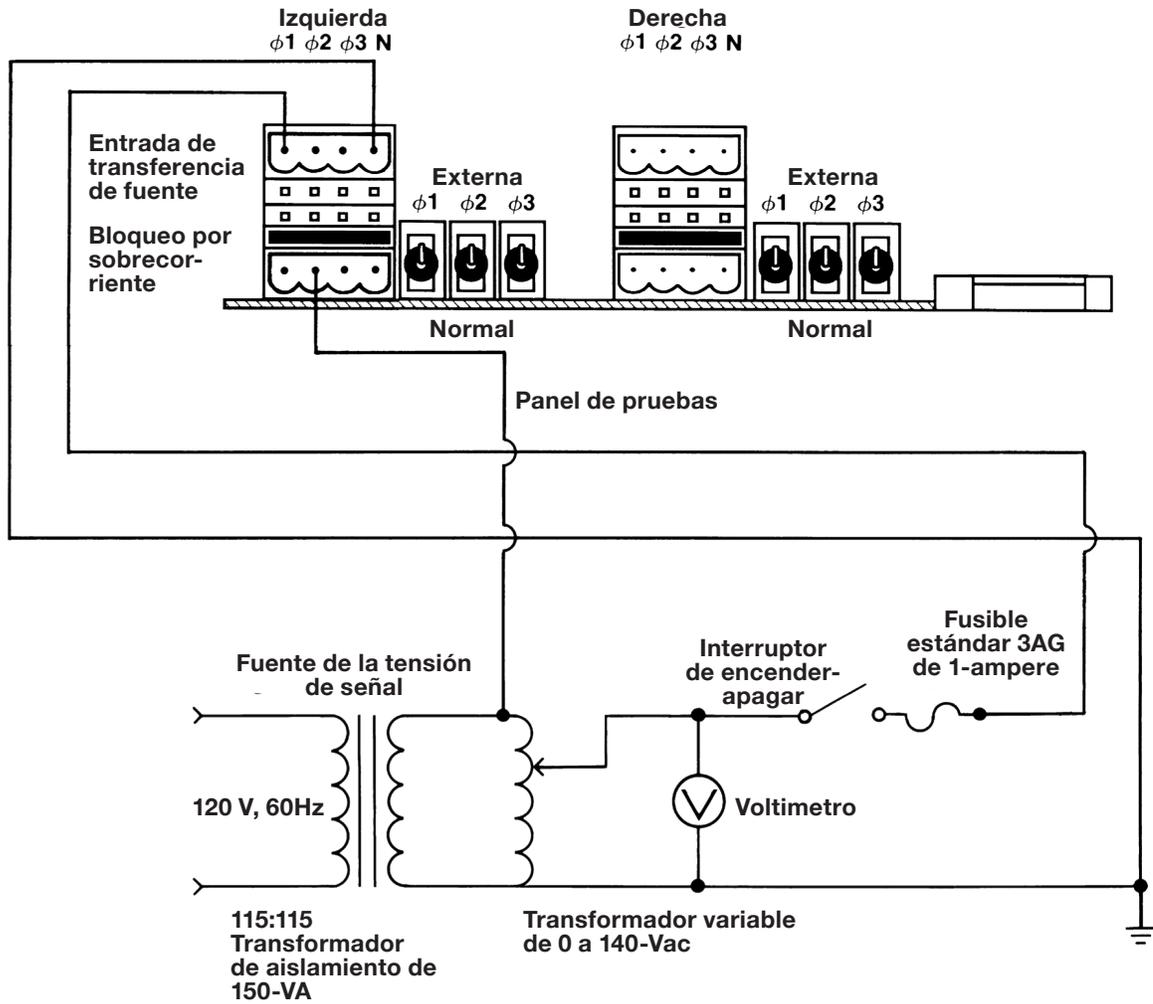

Figura 4. Diagrama de conexión del circuito de prueba de bloqueo por sobrecorriente para las aplicaciones de seccionadores con gabinete tipo metal-enclosed.
Paso 27 Establezca las conexiones del circuito de prueba a la fase 1 y del neutro del conector izquierdo de bloqueo por sobrecorriente y a la fase 2 del conector de entrada izquierdo de transferencia de fuente según se indica en la Figura 4 de la página 12.